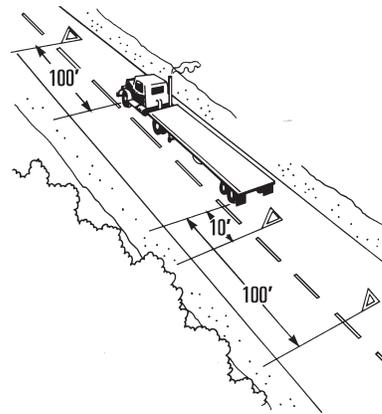

Figura 2-5 Carretera de Doble Sentido o No Dividida
- En un camino de doble sentido con tráfico en ambas direcciones o en una carretera no dividida, coloque los mecanismos de advertencia dentro de diez pies de las esquinas delanteras o traseras a fin de marcar la ubicación del vehículo, y 100 pies detrás y delante del vehículo, en el acotamiento (orilla), o en el carril en el que usted paró. (Figura 2-5)